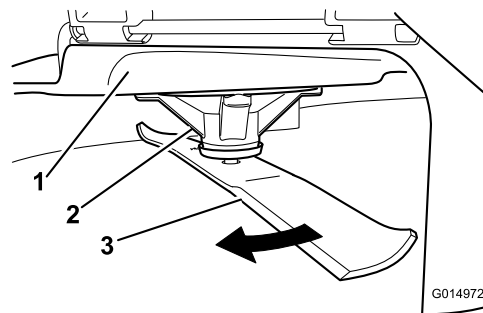

Figure 107
2. Enfilez des gants épais ou utilisez une autre protection adéquate pour les mains, et faites tourner la lame lentement jusqu'à une position permettant de mesurer la distance entre le tranchant et la surface plane sur laquelle se trouve la machine (Figure 107).